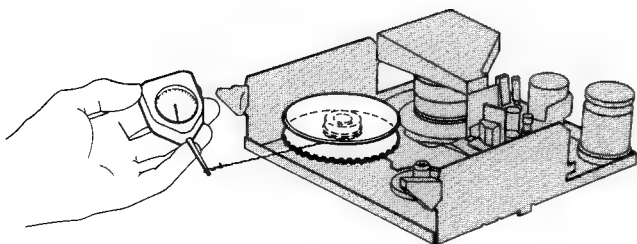

Bild 2-1
- Der Gegenzug lässt sich messen mit einem Drehmomentmesser oder mit einer Schnur, die um die Nabe einer Cassettenspule mit kleinem Durchmesser gewickelt ist, wobei mit einer Federwaage während des Abwickelns gemessen wird (Bild 2.1).